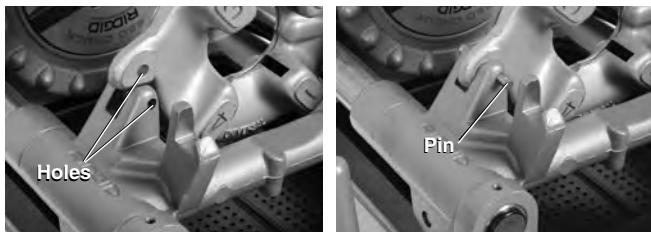

图26 – 固定LH板牙
2. 将一根2”长的5/16”销穿过滑架台和左手板牙内的孔，将其固定到位（参见图26）。